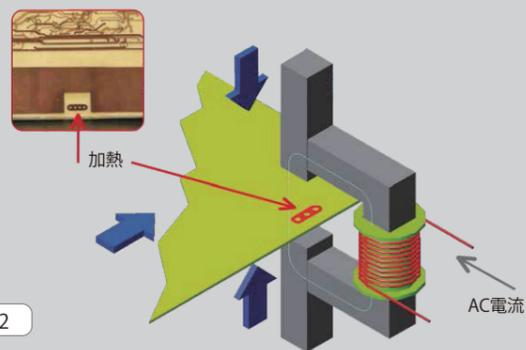

図2
- ・ 内層材の外周に両面にヒーター回路をエッチングにて作成(図2参照)